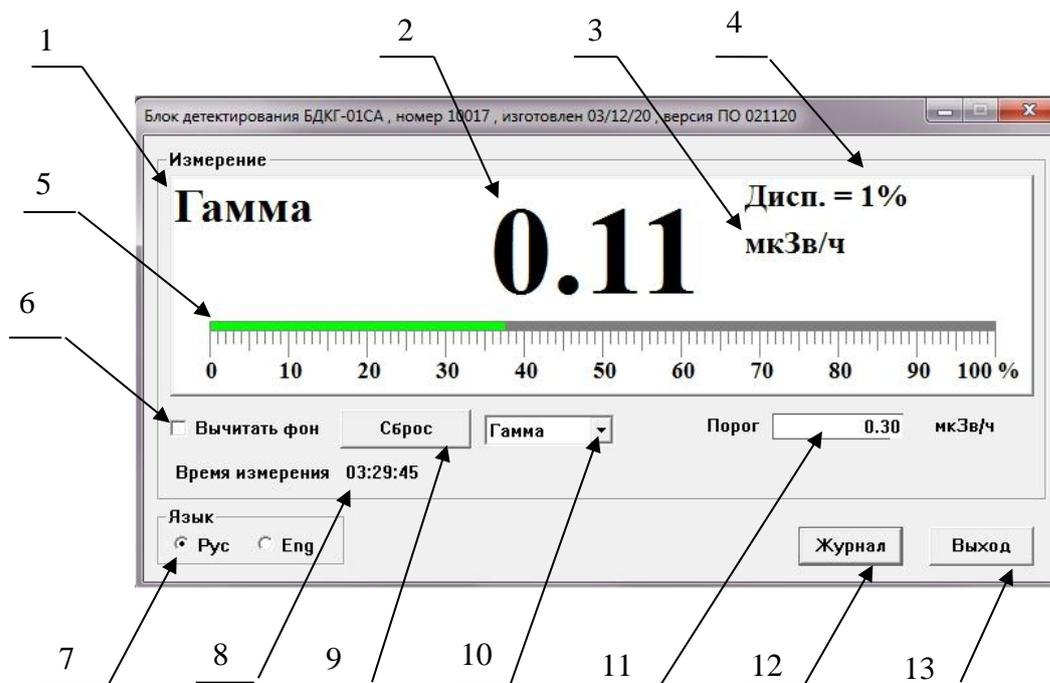

Рис. 9. Окно программы «CONTROL_BD»
2.4.3 Запустите программу «CONTROL_BD» двойным кликом левой кнопкой мыши по иконке программы. На экране появится Окно программы Рис. 9.
2.4.4 Выберите необходимый режим измерения «ГАММА», «ДОЗА» или «ПОИСК» в окне 10 (Рис. 9)
2.4.5 Для автоматического вычитания фона дождитесь требуемой статистической погрешности и поставьте галочку в окне 6 (Рис. 9). При этом значение вычитаемого фона будет отображаться в поле интерфейса программы. Это значение фона будет вычитаться из всех последующих измерений в выбранном режиме работы.
2.4.6 Установите необходимый порог сигнализации для выбранного режима измерения 11 (рис. 9) и нажмите «Enter».
2.4.7 Для начала нового измерения нажмите кнопку «Сброс» 9 (Рис. 9).
2.4.8 Для настройки параметров журнала нажмите кнопку «Журнал» 12 (Рис. 9). При этом откроется область для настройки режимов записи результатов измерения в журнал Рис. 10.
13 (Рис. 9).
- нажмите кнопку «Сбросить дозу» (Появится вместо кнопки «Сброс» 9 (Рис. 9))